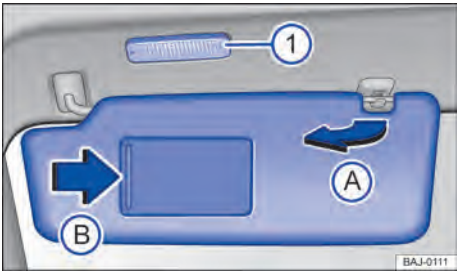

Fig. 91 No revestimento do teto dianteiro: para-sol.
- Retirar do suporte e virar na direção das portas ⇒ Fig. 91 (A).